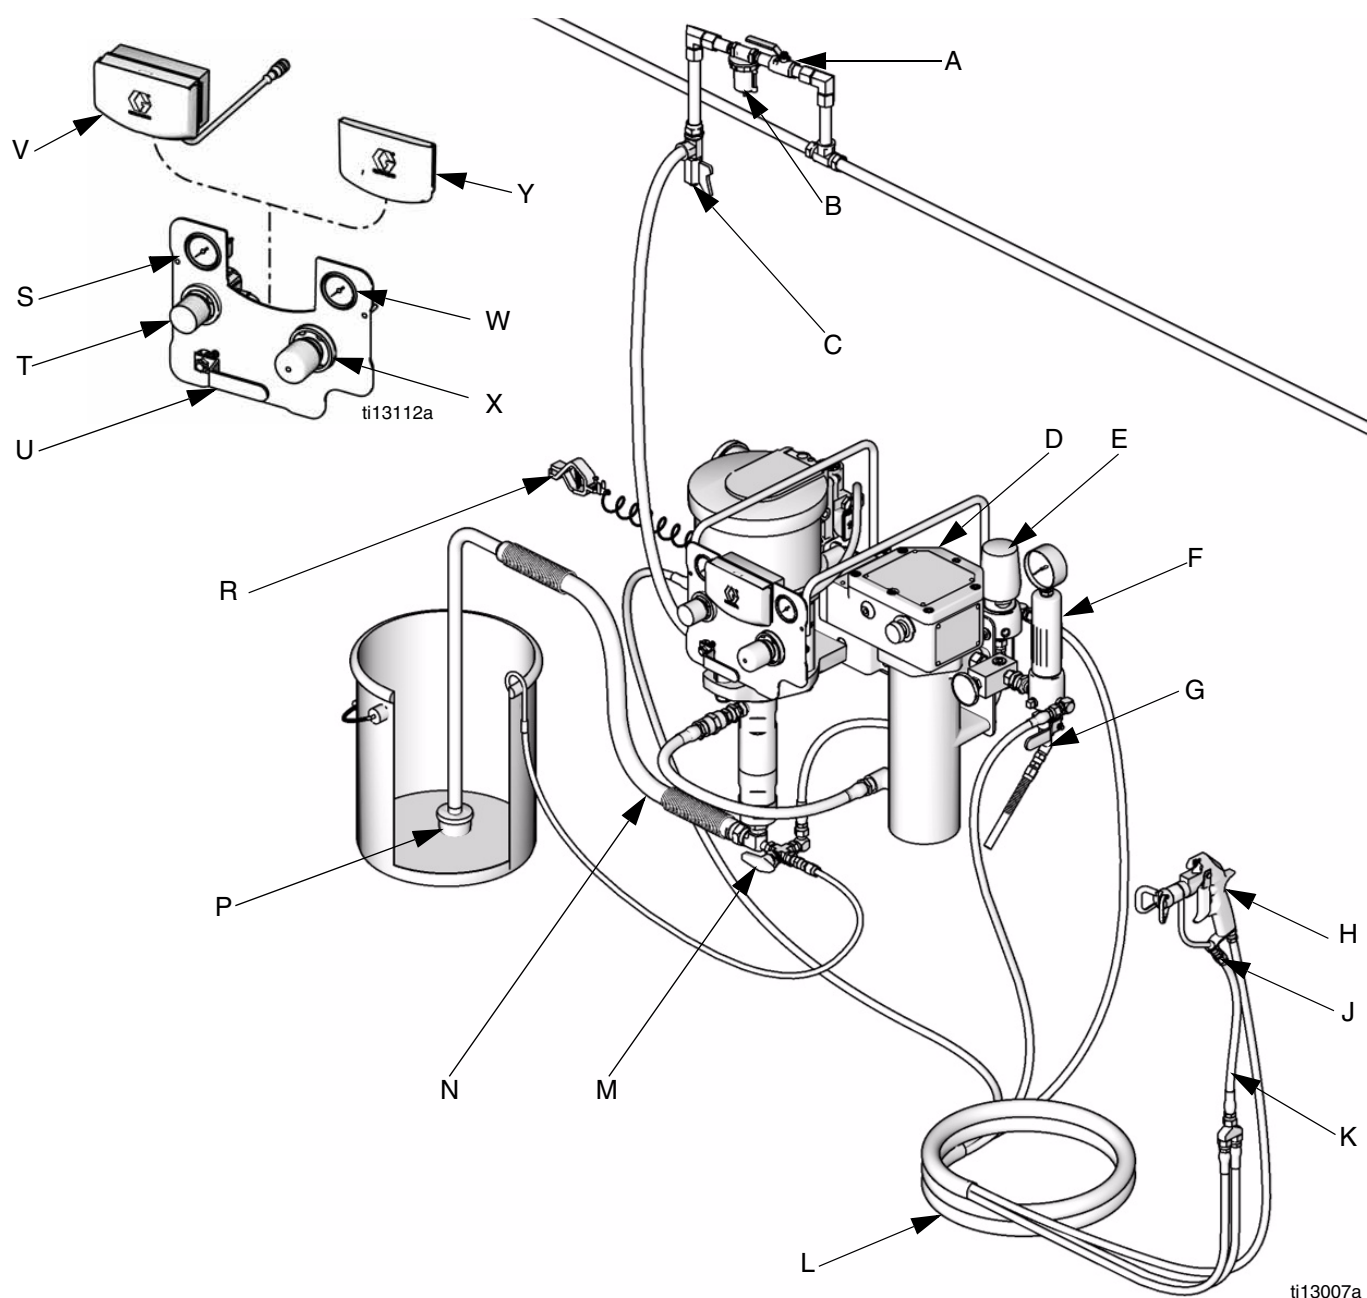

Рис. 1. Типовая установка (представлена модель G30W82)
На Рис. 1 приведены рекомендации для выбора и установки компонентов системы и принадлежностей. Свяжитесь с дистрибьютором Graco для помощи в проектировании системы, соответствующей Вашим специфическим потребностям.
Смотрите Рис. 1. Компоненты изменяются в зависимости от заказанного комплекта, но могут включать:
См. Рис. 1, стр. 7.
2. Смотрите Рис. 1. Закройте главный воздушный кран стравливающего типа (U).